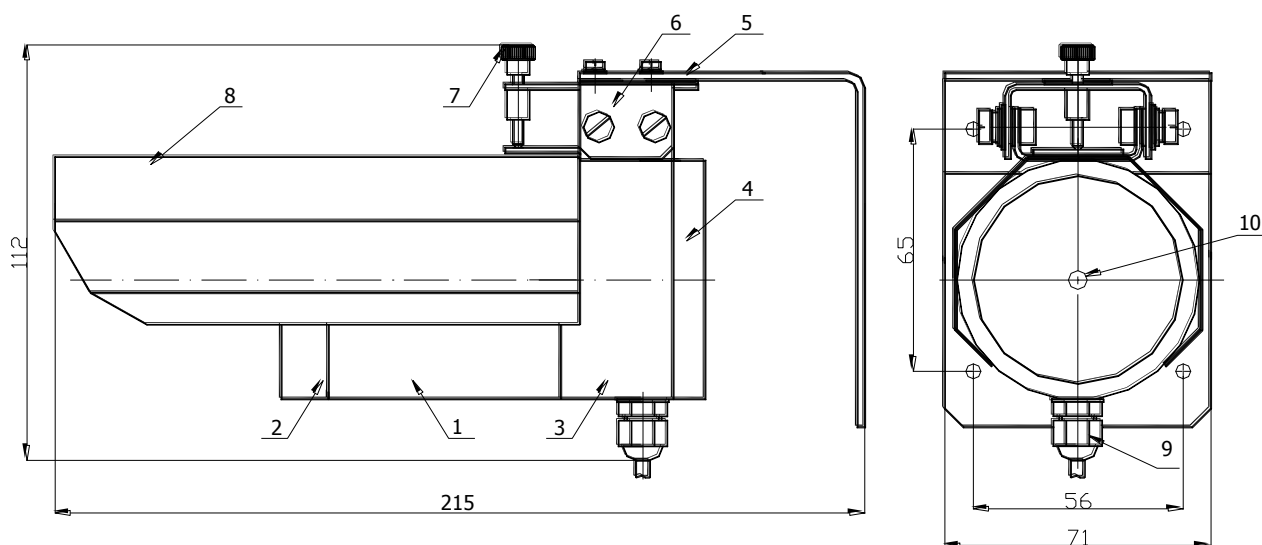

Рисунок 1.2 - Общий вид извещателя
1.4.1 Общий вид извещателя приведен на рис. 1.2. Конструктивно извещатель выполнен из круглого корпуса (1) с козырьком (8), закрепленных на кронштейне (6) и угольнике (5), обеспечивающих возможность установки на стене, балке, опоре, заборе и т. д. Крепление угольника производится с помощью четырех шурупов. На кронштейне установлен юстировочный винт (7) для точной установки зоны обнаружения по вертикали.